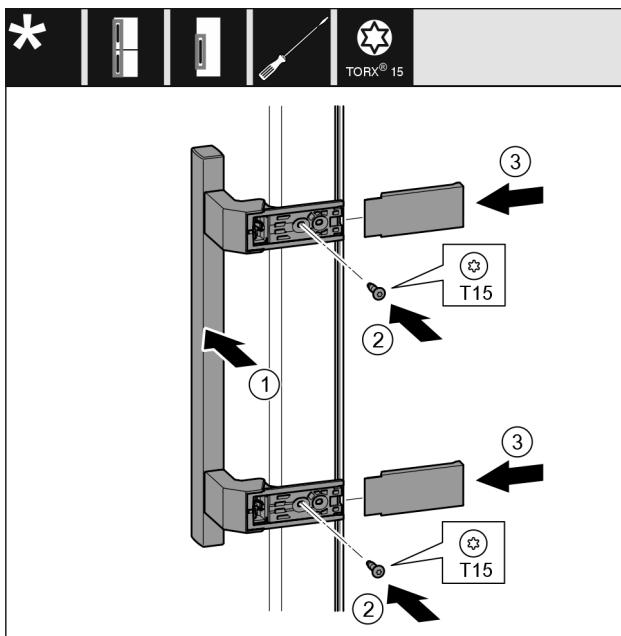

Fig. 43
- Griff Fig. 43 (1) auf der Gegenseite ansetzen.
- Schrauben Fig. 43 (2) mit Schraubendreher fest-schrauben.
- Abdeckungen Fig. 43 (3) seitlich ansetzen und aufschieben.